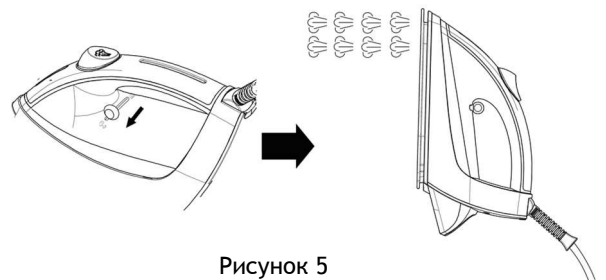

Рисунок 5
2. Режим потужної пари: концентрація пари в передній частині підшви, що створює вищий тиск пари й усуває важкі для розгладжування зморшки (рисунок 5).